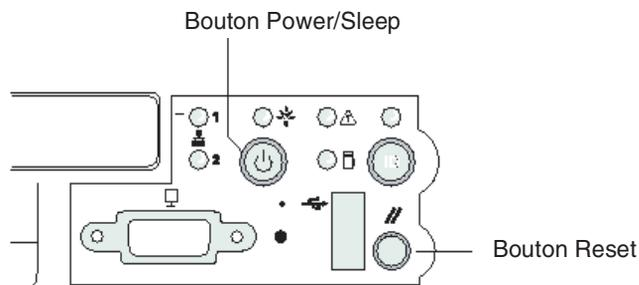

FIGURE 2-25 Emplacement des boutons Power et Reset sur le serveur Sun Fire V60x
a. **Appuyez sur le bouton Reset du nœud (voir FIGURE 2-25).**